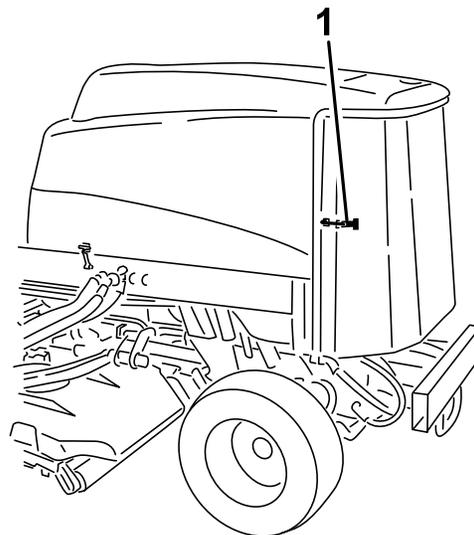

Figura 71
2. Sbloccate la griglia posteriore ed apritela (Figura 71).